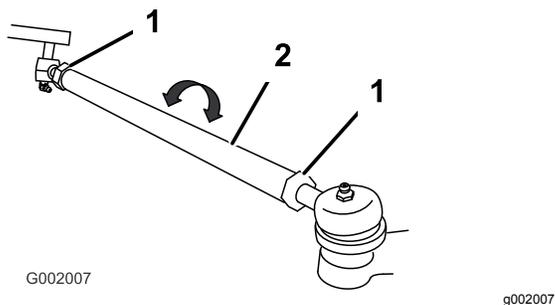

图51
- 如果测量值超出规定的范围应松开横拉杆两端的锁紧螺母 图51。